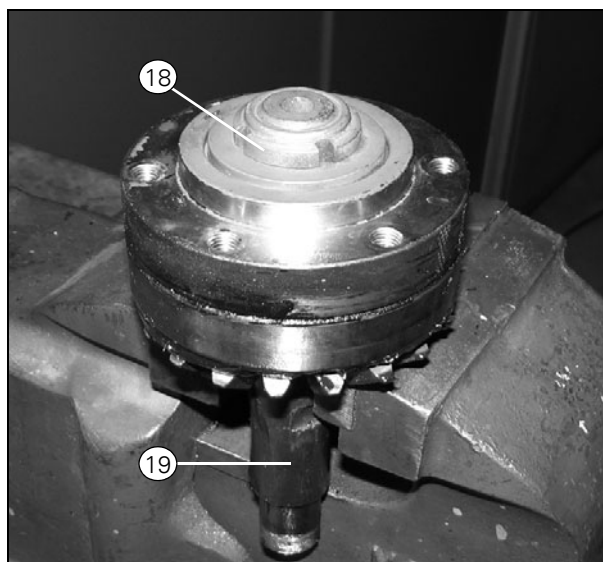

Рисунок 16
26. Затяните гайку (поз. 18) моментом 147 Нм (Рис. 16).